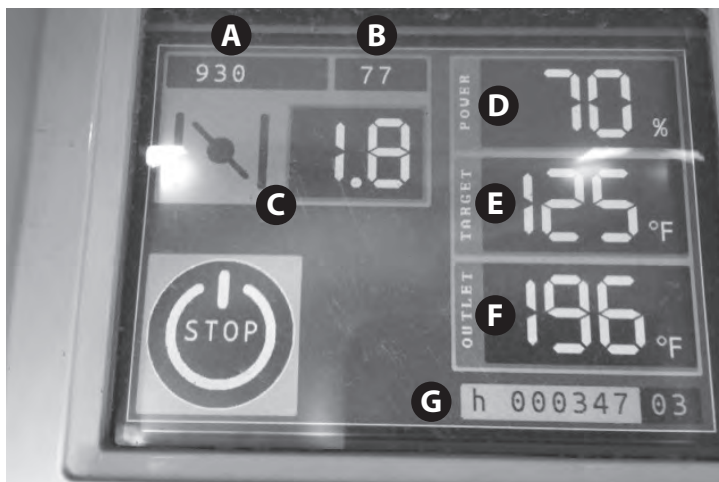

Figura 4.14
9. Después de que se encienda el ventilador aparecerá la pantalla "Run" (Marcha) (Figura 4.14) Se mostrará la siguiente información:
- o (A) La presión barométrica en milibares.
- o (B) La temperatura ambiente en grados Fahrenheit.
- o (C) El ajuste del amortiguador.
- o (D) La eficiencia del calentador en porcentaje.
- o (E) La temperatura objetivo de salida en grados Fahrenheit.
- o (F) La temperatura real de salida en grados Fahrenheit.
- o (G) Las horas totales en el calentador.